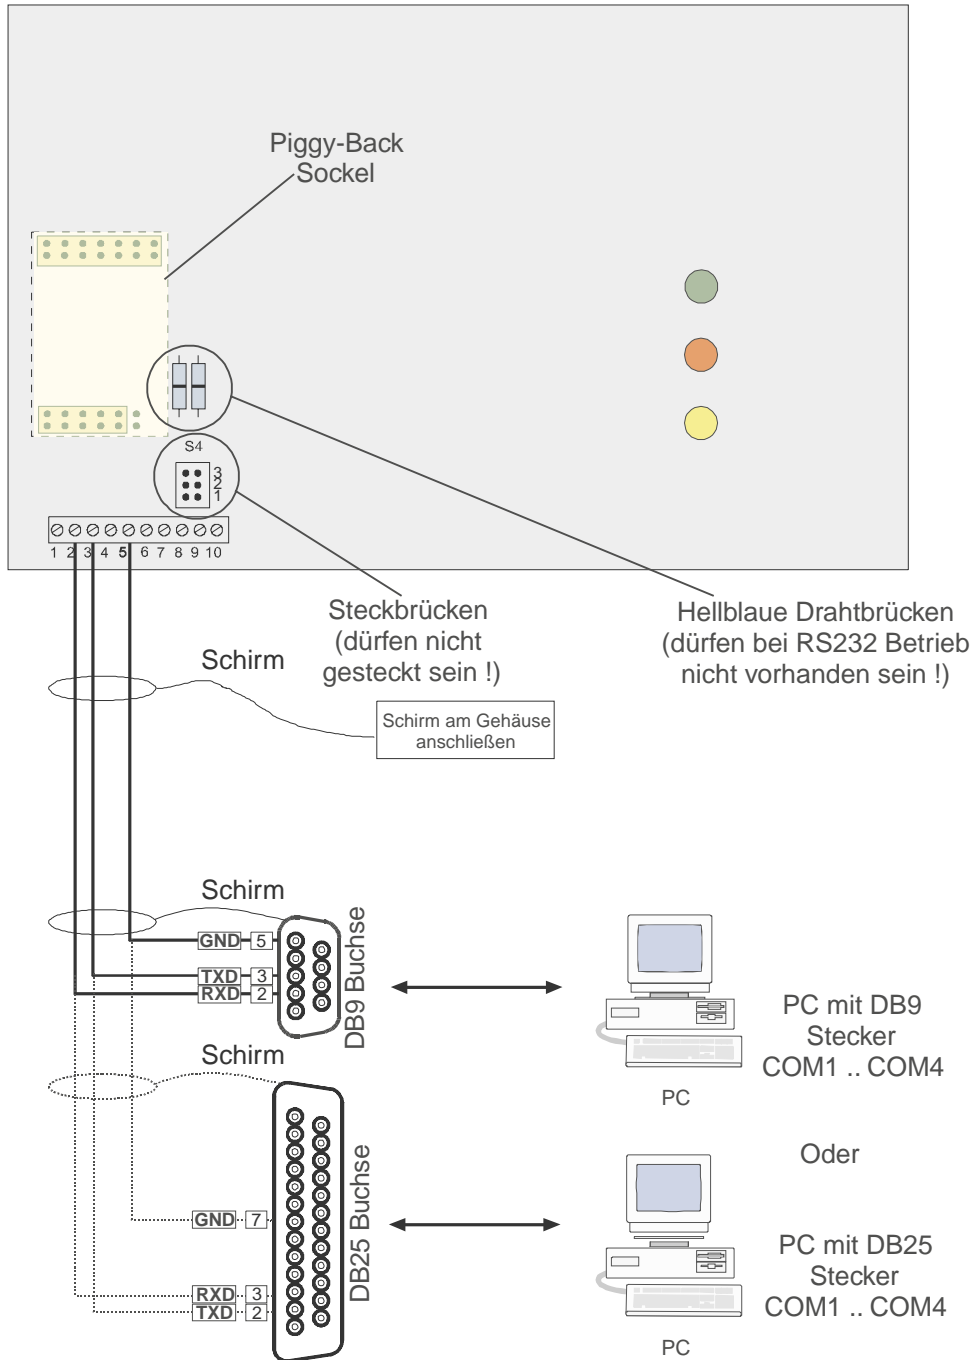
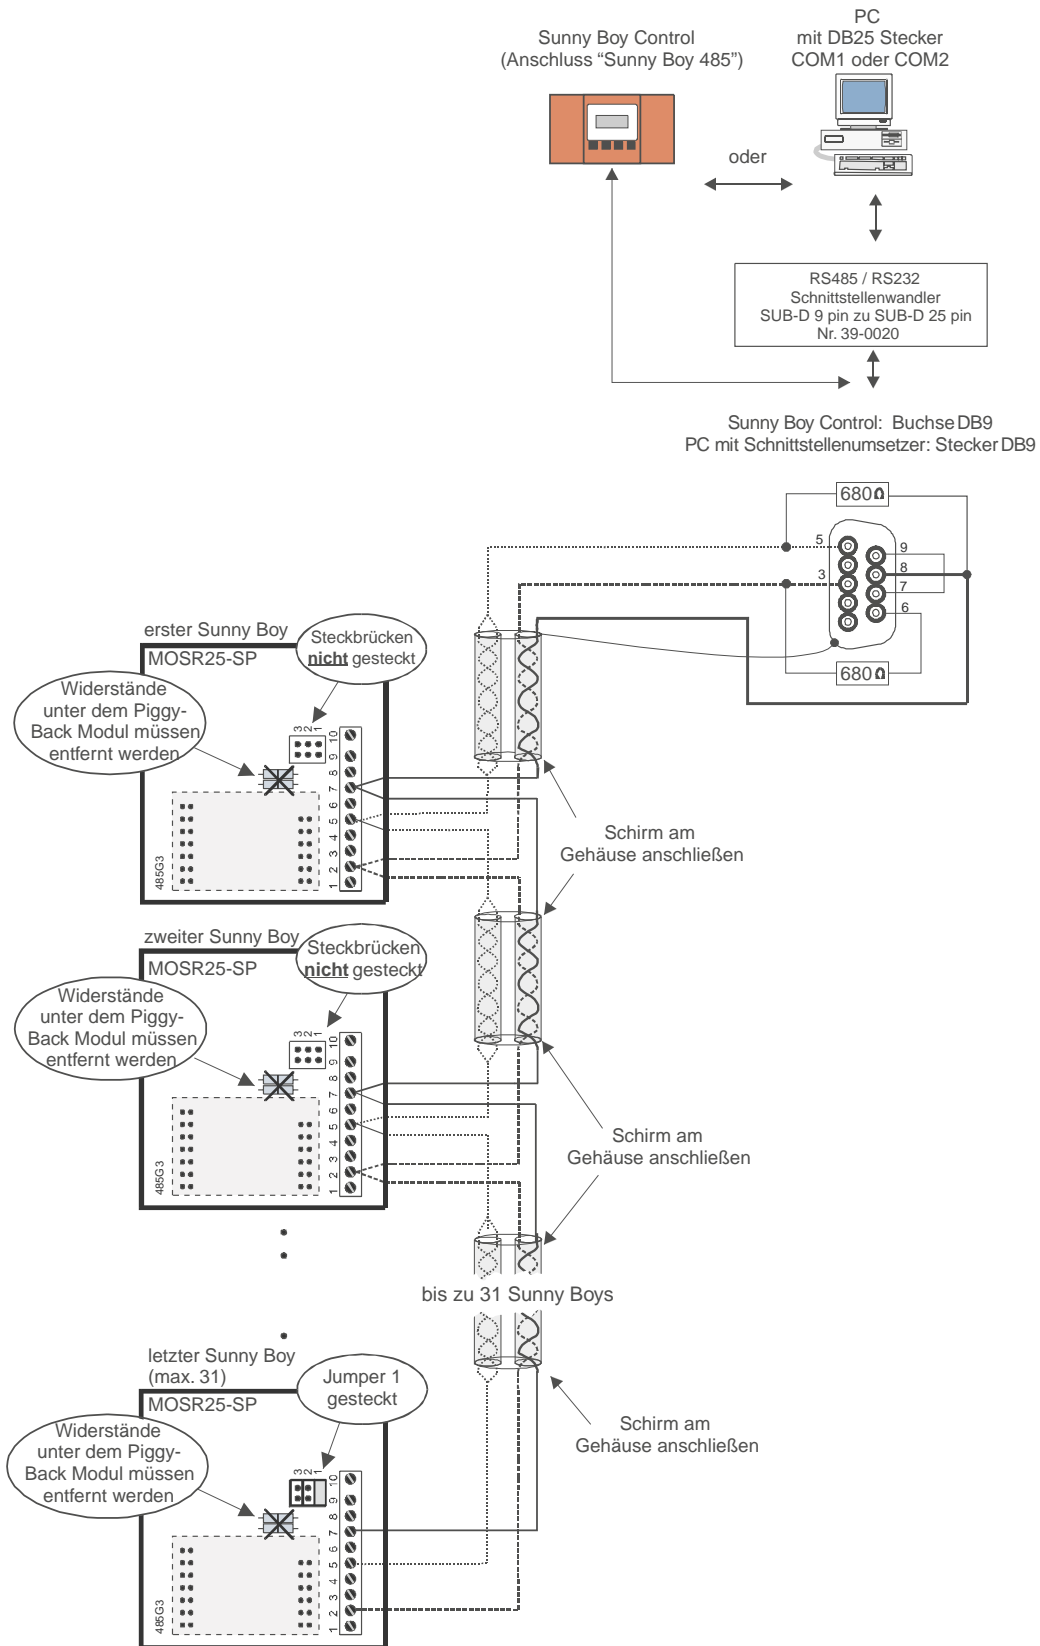

Abbildung 6.3: Betriebsführungsplatine Sunny Boy mit RS232-Verkabelung
Abbildung 6.6: Sunny Boy mit angeschlossener RS485-Verkabelung
- Die Huckepack-Platine NLM für den *Sunny Boy* ist vorhanden (siehe Abbildung 6.3 auf Seite 52).
- Die Widerstände unter dem NLM Piggy Back müssen für Powerline Kommunikation vorhanden sein (siehe Abbildung 6.3).
- Die hellblauen Drahtbrücken (Widerstände in Abbildung 6.3) auf der Betriebsführungsplatine sind **nicht** bestückt.
- RS232-Verbindungskabel LIYCY, 0,25 mm², minimal 3-adrig mit Gesamtabschirmung und maximaler Länge von 15 m anschließen. Die Steckerbelegung können Sie der Abbildung 6.3 entnehmen. Der Schirm sollte beidseitig am *Sunny Boy*- bzw. PC-Gehäuse mit Erde (PE) verbunden sein.
- Die hellblauen Drahtbrücken (Widerstände in Abbildung 6.6) auf der Betriebsführungsplatine sind **nicht** bestückt.
- Am **letzten** *Sunny Boy*, in der Verkabelung vom PC oder *Sunny Boy Control* aus gesehen, wird ein Leitungs-Abschlusswiderstand durch die beige packte Steckbrücke (Nr. 1, Steckbrücke direkt über der Klemmenleiste) zugeschaltet (siehe Abbildung 6.6).
- Zwei Leitungs-Vorspannwiderstände zu je 680 Ohm (im Beipack enthalten) sind direkt an die DB9-Verbindung am Anfang der Datenleitung einzufügen. Sie werden an Pin 3 und 6 sowie an Pin 5 und 8 gelötet (siehe Abbildung 6.6). Entfällt bei der Kommunikation mit dem *Sunny Boy Control*, wenn die dortigen Jumper gesteckt wurden.
- RS485-Verbindungskabel LIYCY, 0,25 mm², 2 x 2 Adern paarweise verdreht, mit Gesamtabschirmung und maximaler Länge von 1200 m anschließen. Der Schirm sollte beidseitig am Gehäuse mit Erde (PE) verbunden sein.
- Entfernen Sie die eventuell vorhandenen hellblauen Drahtbrücken (Widerstände in Abbildung 6.6) auf der Betriebsführungsplatine, indem Sie diese Bauteile mit einem kleinen Seitenschneider heraustrennen.
- Vergewissern Sie sich bitte, ob die hellblauen Drahtbrücken (Widerstände in Abbildung 6.6) auf der Betriebsführungsplatine vorhanden sind. Fehlen diese, so müssen dort Drahtbrücken (entsprechend 0 Ohm Widerständen) eingelötet werden.
4. Führen Sie die entsprechende Verkabelung nach Abbildung 6.3 für RS232 oder Abbildung 6.6 für RS485 durch. Bei NLM ist keine weitere Verkabelung notwendig. Die Datenleitungen werden durch die freie Öffnung im unteren Teil des *Sunny Boy* nach außen geführt. Dazu setzen Sie die im Beipack enthaltene PG16-Verschraubung in diese Öffnung ein und sichern diese.